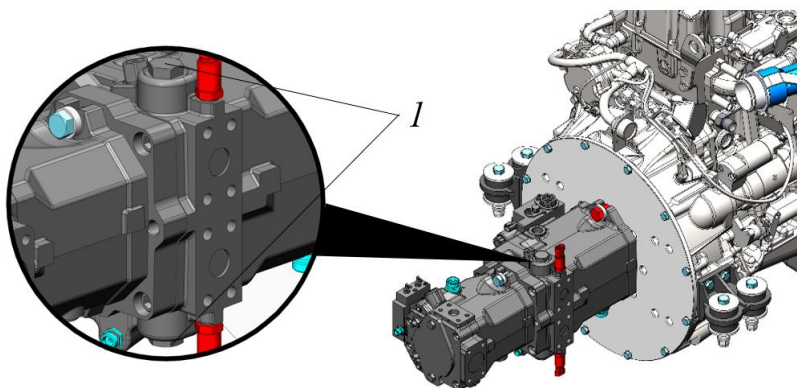

Рисунок 3.92. Байпасный клапан свободного хода
- ▶ Регулировочные винты 1 (рис. 3.92) прокрутить против часовой стрелки на 3 оборота.
- ▶ Заблокировать свободное вращение привода ходовой части, вкрутив регулировочный винт байпасного клапана 1 (рис. 3.92). Проконтролировать момент затяжки винтов 240 Н·м.